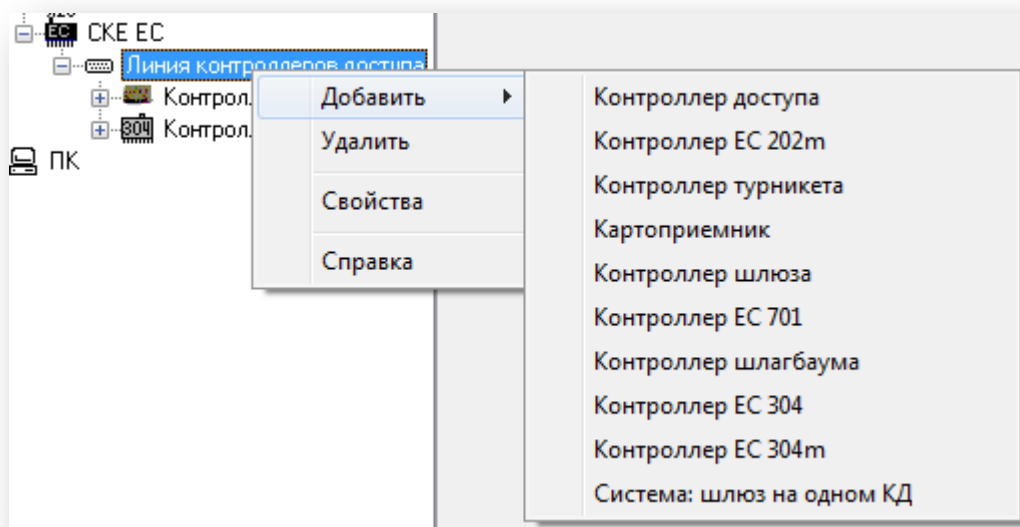

Рисунок 6.9
- При подключении к СКЕ-ЕС: в контекстном меню сетевого контроллера выберите пункт «Добавить» → «Линия контроллеров доступа» → «Добавить» → контроллер серии «КОДОС ЕС» (Рисунок 6.9).